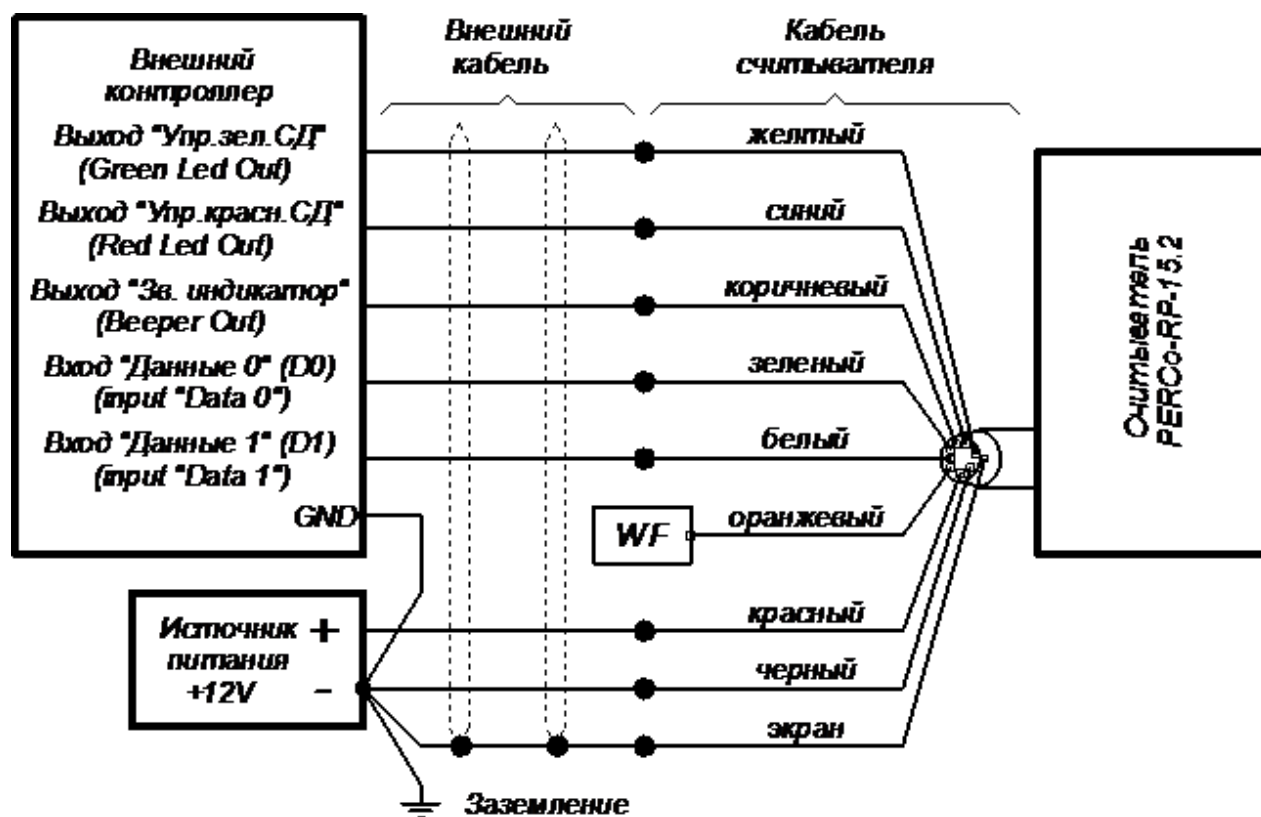

Рисунок 5. Схема подключения считывателя к внешним устройствам с использованием интерфейса Wiegand (вариант управления по двум линиям)
Для изменения формата выходных данных интерфейса Wiegand используется оранжевый провод (WF – *Wiegand-Format* на рис. 5). Изменение формата выходных данных интерфейса *Wiegand* производится подключением оранжевого провода (WF) в соответствии с табл. 2.
- 7 Проложите кабель, закрепите его и подключите к внешним устройствам. Схема подключения считывателя к внешним устройствам с использованием интерфейса Wiegand приведена на рис. 5 и 6. Для удлинения используйте кабели, указанные в п. 7.3. Переключение формата выходных данных рекомендуется осуществить непосредственно в месте соединения штатного кабеля считывателя с удлиняющим кабелем (см. п. 0).